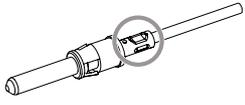
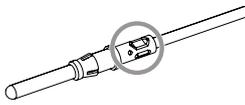

Abb. 39:
Abb. 41:
3. Kontakt und Kabel (ggf. inkl. Reduzierhülse) mit Crimpwerkzeug (siehe Kapitel „**Werkzeuge**“) vercrimpen, wie in **Abb. 39** bzw. **Abb. 41** gezeigt.